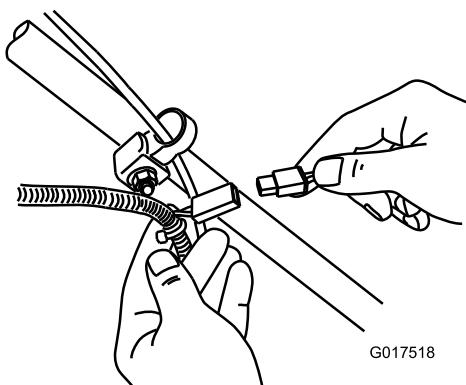

Figura 35
1. Conecte el cargador al arnés de cables situado debajo de la llave de contacto (Figura 35).